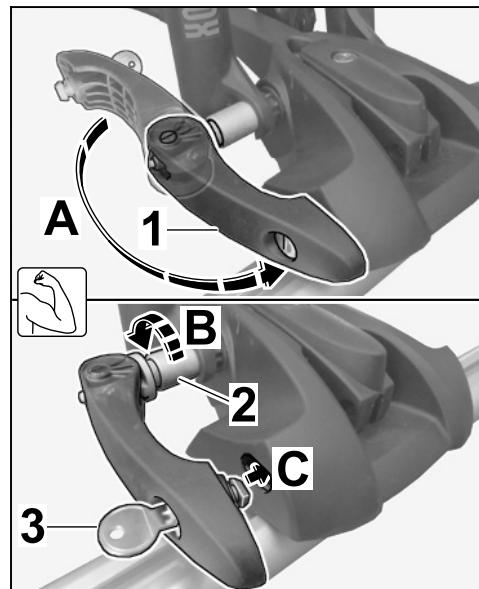

Figura 33
7.3.3 Abatir la palanca tensora con fuerza hacia el alojamiento para la horquilla de la rueda delantera ( $\Rightarrow$  Figura 33 -A-).
En caso de ejercer demasiada fuerza: Aflojar el casquillo de ajuste una o dos vueltas ( $\Rightarrow$  Figura 33 -B-). Abatir la palanca tensora con fuerza hacia el alojamiento para la horquilla de la rueda delantera ( $\Rightarrow$  Figura 33 -C-).